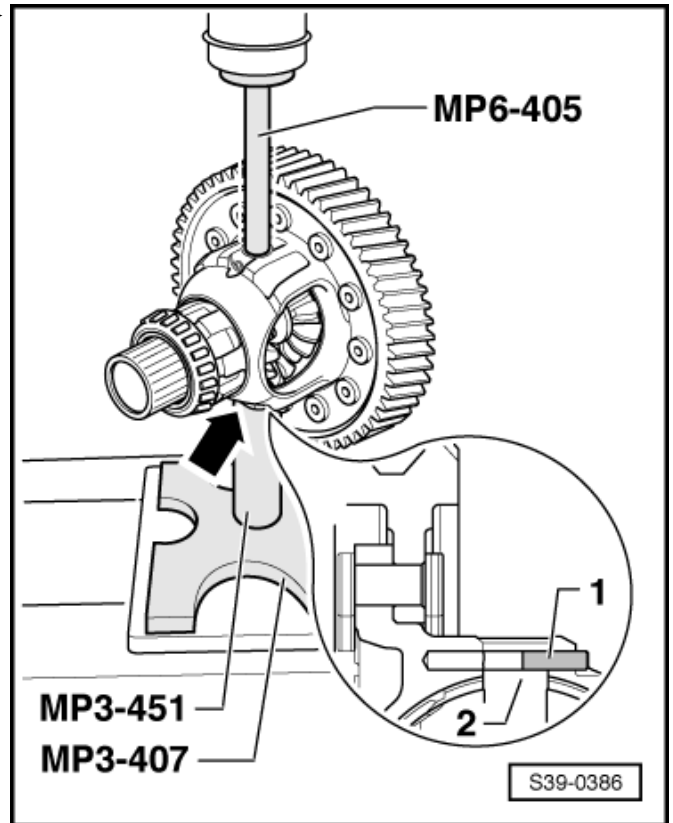

Abb. 13: Allradantrieb: Spannhülse einbauen ►
- ☐ neue Spannhülse bündig eintreiben ⇒ Abb. 13 in **39-3** Seite 9